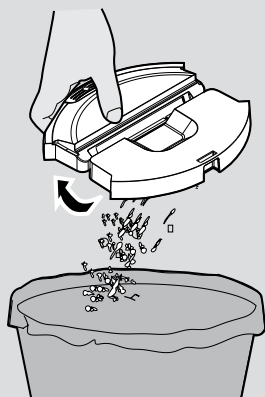
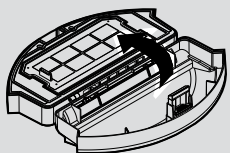

Fig. 8
Fig. 9
2. Töm dammbehållaren över en papperskorg. [Fig. 8]
2. Töm dammbehållaren. [Fig. 8] Öppna dammbehållaren, ta bort filternätet tillsammans med filtret, ta sedan bort EPA-filtret från filternätet och rengör dem separat. Monteringens görs i omvänd ordning, se till att filtret är korrekt monterat. [Fig. 9,10]